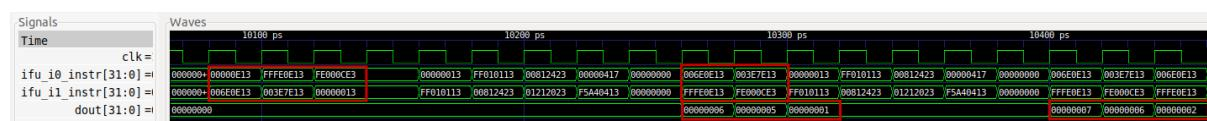

图90. 示例中三条算术逻辑指令的执行
14. 在10100 ps附近放大，将在此时间内分析前两次循环迭代的三条算术逻辑指令的执行情况（图90）。前两条指令（li t3, 0x0 = 0x00000E13 和 addi t3, t3, 6 = 0x006E0E13）先取指，超标量RISC-V处理器的两路各一条（如信号ifu_i0_instr[31:0]和ifu_i1_instr[31:0]所示）。接下来的两条指令（addi t3, t3, -1 = 0xFFFFE0E13 和 andi t3, t3, 3 = 0x003E7E13）在下一个周期取指。最后两条指令（beq zero, zero, REPEAT = 0xFE000CE3 和 nop = 0x000000013）在接下来的下一个周期取指。
由于SweRV内核的9级流水线处理器和相关性，指令的结果在指令取指后的八个或更多周期才能展现出来。第一条和第二条指令取指完成8个周期后，由于第一条指令li t3, 0x0 (0x00000E13) 的原因，x28 (t3) 将变为0（原本就是0）。一个周期后，由于下一条指令addi t3, t3, 6 (0x006E0E13) 的原因，x28将更新为0x6。接下来，由于下一条指令addi t3, t3, -1 (0xFFFFE0E13) 的原因，x28将更新为5。最后，由于下一条指令andi t3, t3, 3 (0x003E7E13) 的原因，x28将更新为1。然后，取指以下两条指令：beq zero, zero, REPEAT (0xFE000CE3) 和nop (0x000000013)，将发生分支并重复循环。情况正如图89所预计的那样。使用类似的推理，可以分析第二次迭代，情况如图90和图89所示。